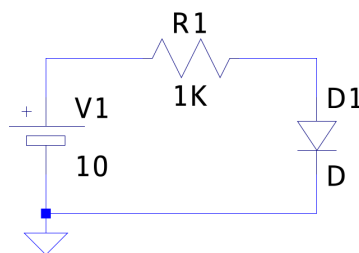

Figura 1: Circuito básico del diodo en polarización directa.
- Implemente el circuito de la Figura 1
- Utilizar el circuito armado para la actividad anterior, implementación de la Figura 1.